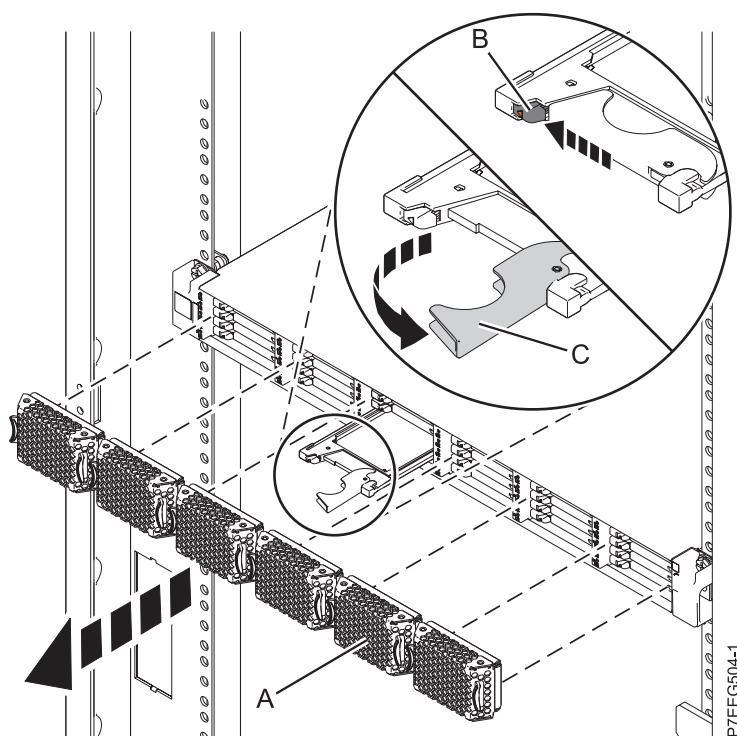

Figure 15. Retrait de l'unité SSD d'une armoire de stockage PCIe EDR1
1. Retirez le panneau (A) qui couvre l'emplacement contenant l'unité SSD.
2. Poussez doucement le taquet de déverrouillage (B) pour déverrouiller la poignée de l'unité. Voir figure 15.